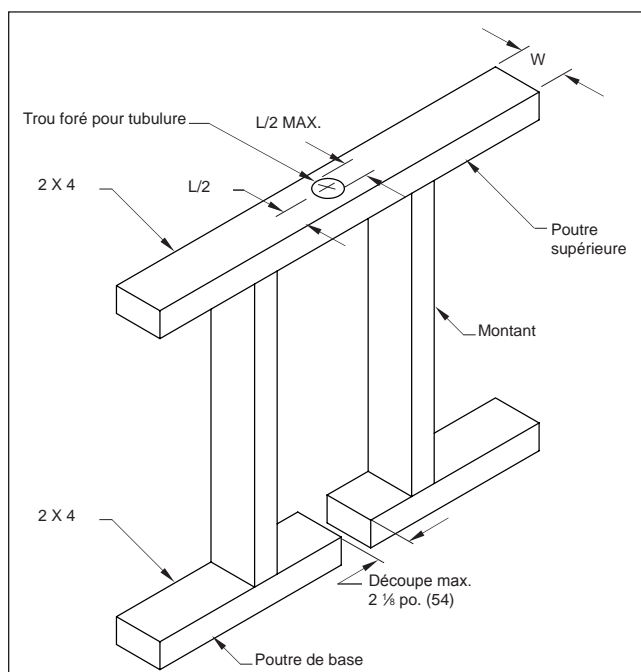

FIG. 4-6 TROUS ET CRANS DANS LES SOLIVES DE BASE OU SOLIVES DE BASE OU
- La dimension des trous percés au travers de membres de charpente tels que sablières, lisses ou dormants, afin de permettre le passage de la tubulure verticalement ne doit pas excéder la moitié de la largeur du diamètre du membre. Le trou doit être pratiqué au centre de ce membre (Voir **FIG. 4-6 plus bas**).
- Là où il s'avère nécessaire de découper un cran dans une poutre horizontale (sablère) pour permettre le passage de la tubulure, la largeur du cran se doit d'être de ½ po. (13 mm) plus large que le diamètre extérieur de la tubulure, incluant la gaine de polyéthylène, sans pour autant l'excéder de plus de 2 1/8 po. (54) et la tubulure doit être protégée par une plaque de butée de longueur et de largeur appropriées, installées selon les directives du présent manuel. (Voir **FIG. 4-6**).